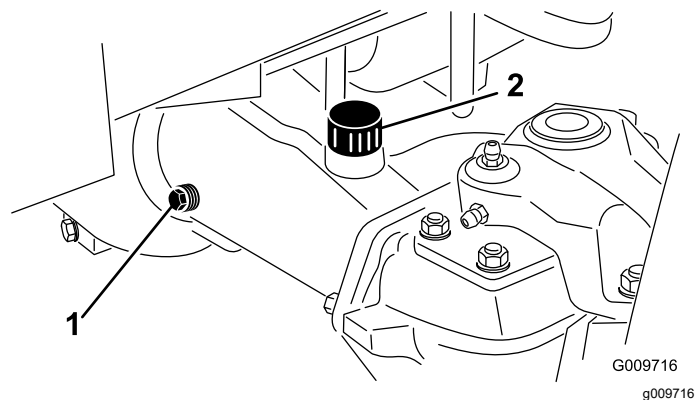

Figura 66
2. Rimuovete un tappo di controllo da un'estremità dell'assale e assicuratevi che il lubrificante raggiunga la parte inferiore del foro (Figura 66).